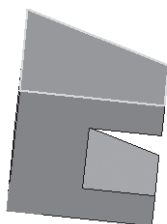

Рис. 401
- щелчком ЛКМ укажите ту же грань куба (зеленая) для последующих построений (рис. 401);